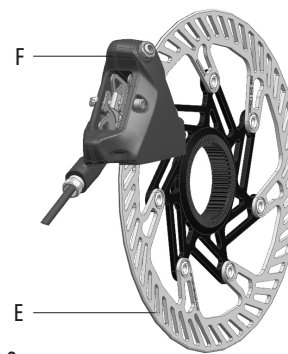

Abb.2
- Bremsscheibe (E - **Abb.2**)
- Bremsattel (F - **Abb.2**)